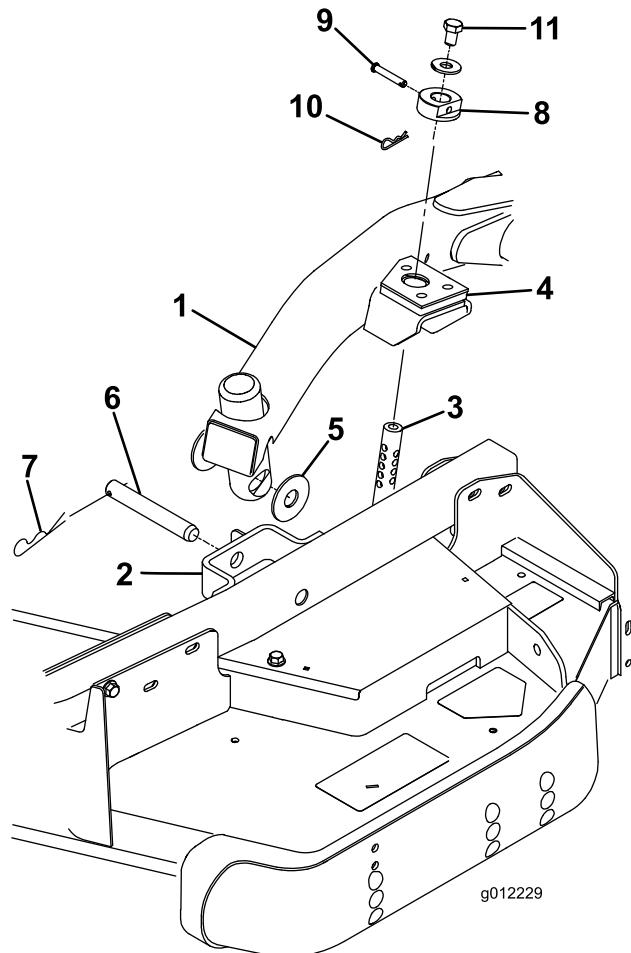

Bild 23
4. Stellen Sie den Hubhebel auf die Schweben-Stellung. Drücken Sie einen Hubarm nach unten, bis die Löcher im Hubarm mit den Löchern in der Laufradarmhalterung ausgerichtet sind, und die Schnitthöhenstange in die Hubarmpolster eingesetzt werden kann (Bild 23).
5. Befestigen Sie den Hubarm mit zwei (2) Druckscheiben, einem Lastösenbolzen und einem Splint am Laufradarm. Legen Sie die Druckscheiben zwischen den Hubarm und die Halterung des Laufradarms (Bild 23). Setzen Sie das Ende des Splints in den Schlitz im Laufradarm ein, um den Splint zu arretieren.
9. Befestigen Sie die Schnitthöhenstellringe an den Schnitthöhenstangen und befestigen Sie sie mit den Lastösenbolzen und den Splints (Bild 23). Der Kopf des Splints sollte zur Vorderseite des Mähwerks zeigen.
10. Setzen Sie oben auf jeder Schnitthöhenstange eine Schraube $1/2 \times 3/4"$ und eine Scheibe ein (Bild 23).